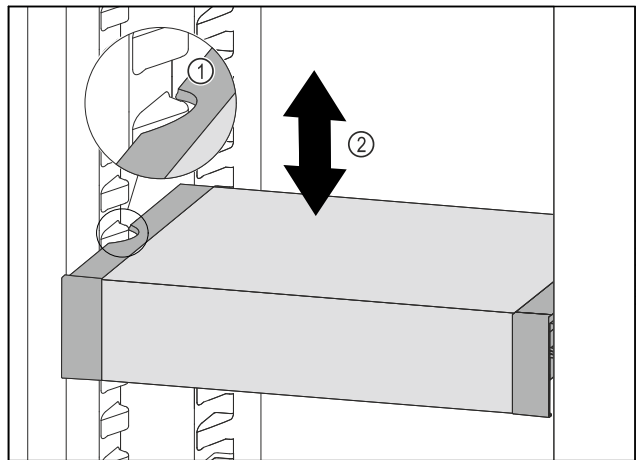

Fig. 67
- ▶ Dra VarioSafe framåt tills sidofördjupningarna på VarioSafe är i samma nivå som behållarlisterna i kyldelen. Fig. 67 (1)
- ▶ Förflytta VarioSafe uppåt eller nedåt i kyldelen tills önskad höjd har uppnåtts. Fig. 67 (2)